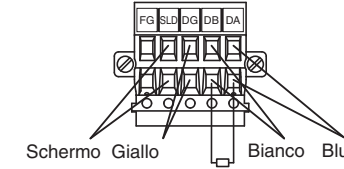

Fig.3
- (3) La resistenza di terminazione da collegare dipende dal cavo da usare con il sistema CC-Link (consultare la seguente tabella e la fig. 3).